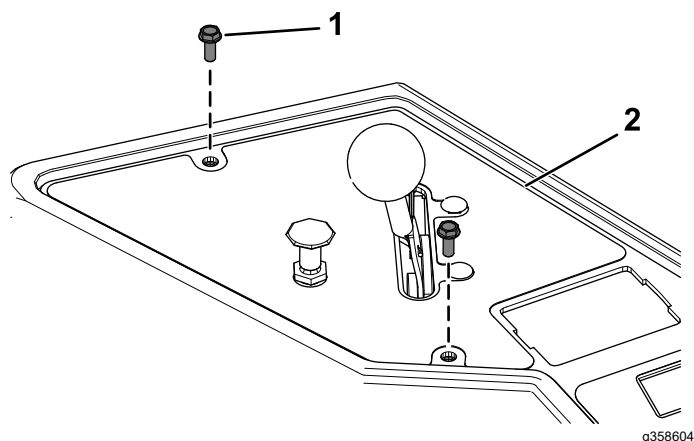

Figure 19
1. Retirez les 2 vis qui fixent le panneau de commande, et soulevez ce dernier de la console de commande (Figure 19).
6. Fixez le panneau de commande sur la console à l'aide des 2 vis retirées précédemment (Figure 19).